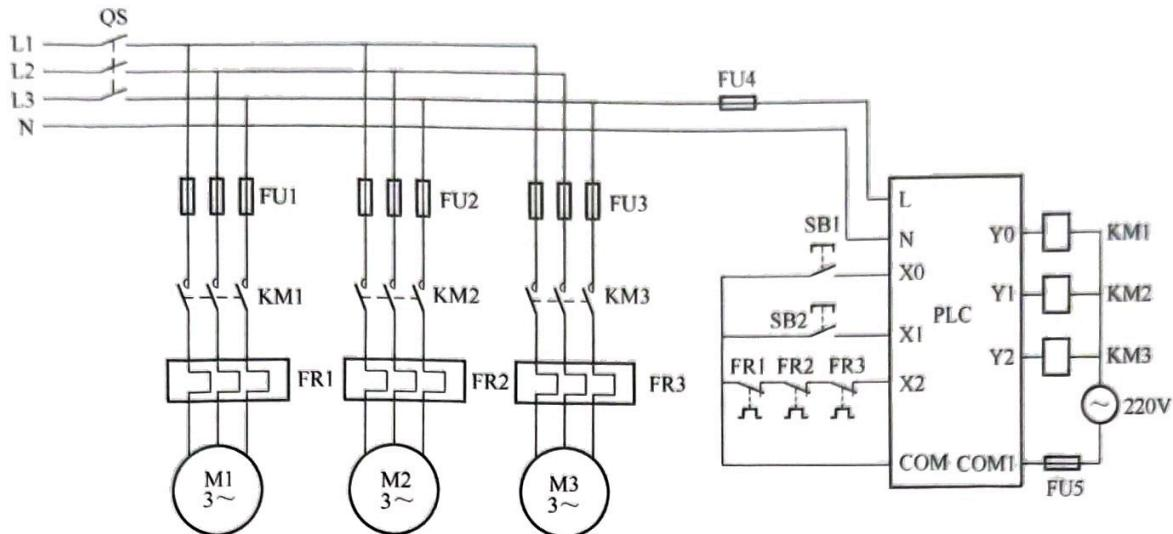

图 3-44 电动机顺序控制接线图
通过分析控制要求知, 该控制系统有 3 个输入: 启动按钮 SB1—X0、停止按钮 SB2—X1, 过载保护 FR1、FR2、FR3—X2。为了节约 PLC 的输入点数, 将第一台电动机的过载保护 FR1、第二台电动机的过载保护 FR2、第三台电动机的过载保护 FR3 串联在一起, 如图 3-44 所示, 然后接到 PLC 的输入端子 X2 上; 输出有 3 个: 第一台电动机 KM1—Y0、第二台电动机 KM2—Y1、第三台电动机 KM3—Y2。
(1) 按照图 3-44 所示将电路正确连接，连接时注意 3 个热继电器的常闭触点要串联在一起，然后接入 PLC 的输入端子 X2 上。
(3) 根据图 3-44，按下启动按钮 X0，首先看到第一台电动机启动，接着第二台电动机启动，再接着第三台电动机启动，按下停止按钮，3 台电动机停止。